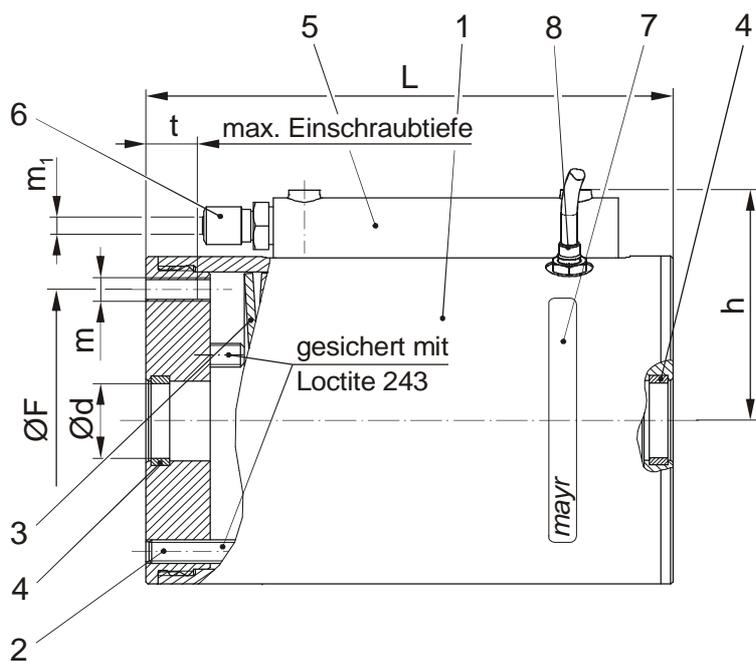

Bild 1
## Montage (Bild 1 und 2)
**Die Haltekraft ist durch die Vorspannung der Federn (3) werkseitig eingestellt. Die Gewindestifte (2) für die Federvorspannung sind gegen Verdrehen mit Loctite 243 gesichert.**
**Ein kundenseitiges Verdrehen der Gewindestifte (2) kann zu Funktionsstörungen führen.**
- 1) Pneumatikschlauch mit Ø m1 (Bild 1) an Druckluftanschluss anschließen und Bremse mit Betriebsdruck siehe Tabelle 1 beaufschlagen (Bremse lüften).
Die Bremse wird mit 3x M5 (bei Größe 2) bzw. 3x M6 (bei Größe 4) bzw. 3x M8 (bei Größe 6) Schrauben mit Festigkeit 8.8 (nicht im Lieferumfang) (Bild 1) befestigt (Ø F bzw. Gewinde m).
- b) Maximale Einschraubtiefe t = 13,5 mm (bei Größe 2 und 6) bzw. 12,5 mm (bei Größe 4) (siehe Tabelle 2 und Bild 1)
## Lüftüberwachung (8) Bild 1 + 4 (Type 381.001.0)